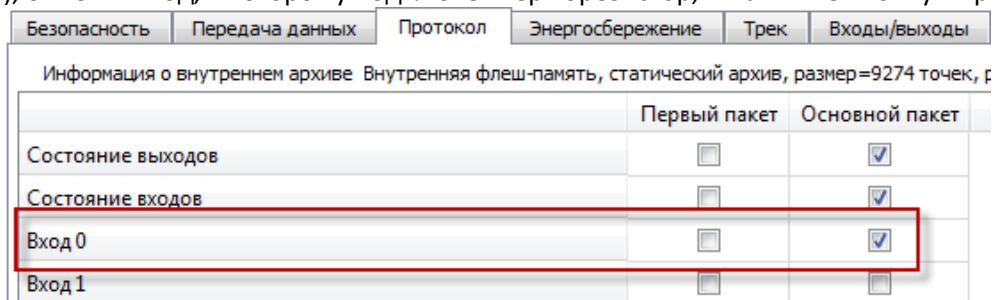

Рисунок 8. Настройка основного пакета в Конфигураторе
1. перейдите на вкладку «Настройки» -> «Протокол» Конфигуратора, настройте основной пакет (Рис. 8), отметив вход, к которому подключен терморезистор, и нажмите кнопку «Применить»;